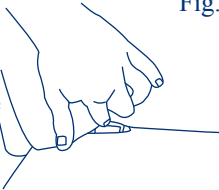

Fig. 48-2
- iv) Localice las anclas de PICAPORTE en el asiento de vehículo (Fig. 48-2). Una vez que localizado, chasquéa los conectores de PICAPORTE de asiento de seguridad en la barra de acero. Escuche el clic y cheque que ambos conectores son conectados firmemente a las barras de la ancla tirando hacia afuera en los conectores. Vea por favor la figura 48-3.